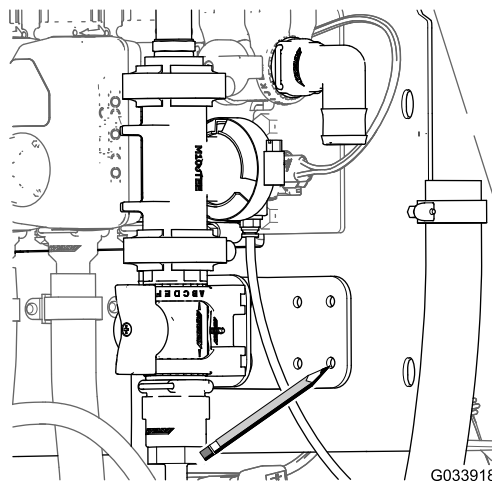

Figura 16
3. Usando la escuadra de la válvula de control como plantilla, marque la posición de los taladros de la escuadra en la superficie del soporte del distribuidor (Figura 16).